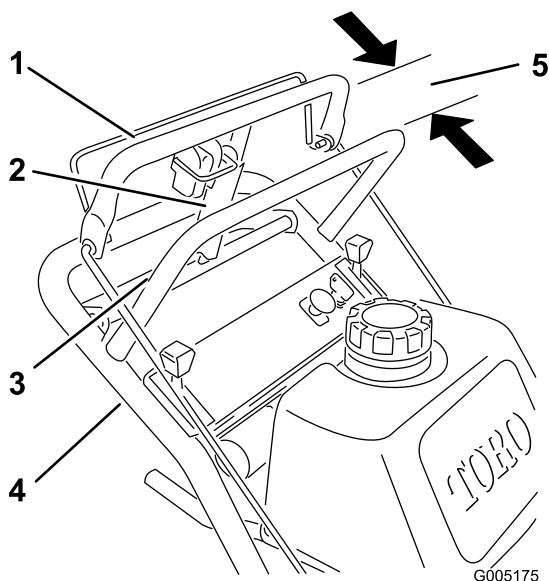

Figura 34
1. Verificate lo spazio tra la barra di comando superiore e la barra fissa con la trazione completamente innestata. Accertate che lo spazio sia di circa 25-32 mm (Figura 34).